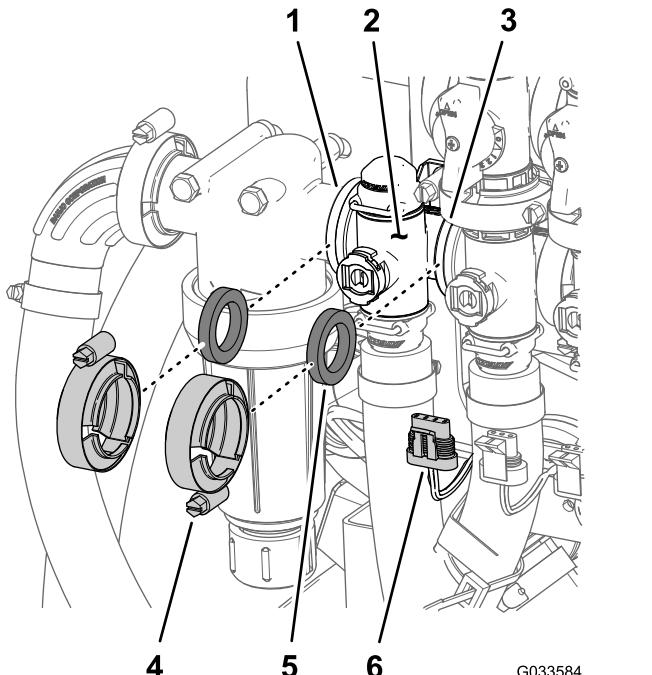

Figura 98
1. Rimuovete i 2 morsetti flangiati e le 2 guarnizioni che fissano il collettore della valvola di controllo del volume (Figura 98) al filtro della pressione e alla valvola dell'agitatore.